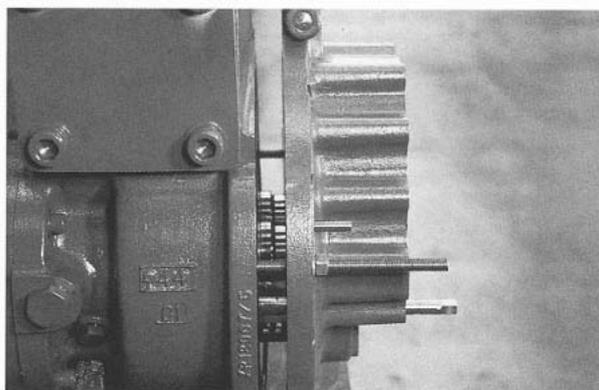

Рис. 57
37. Равномерно ослабляя шестигранные гайки вдоль направляющих штанг, выньте редуктор из корпуса ротора, пока не ослабнет давление пружины золотника. (Рис. 57)